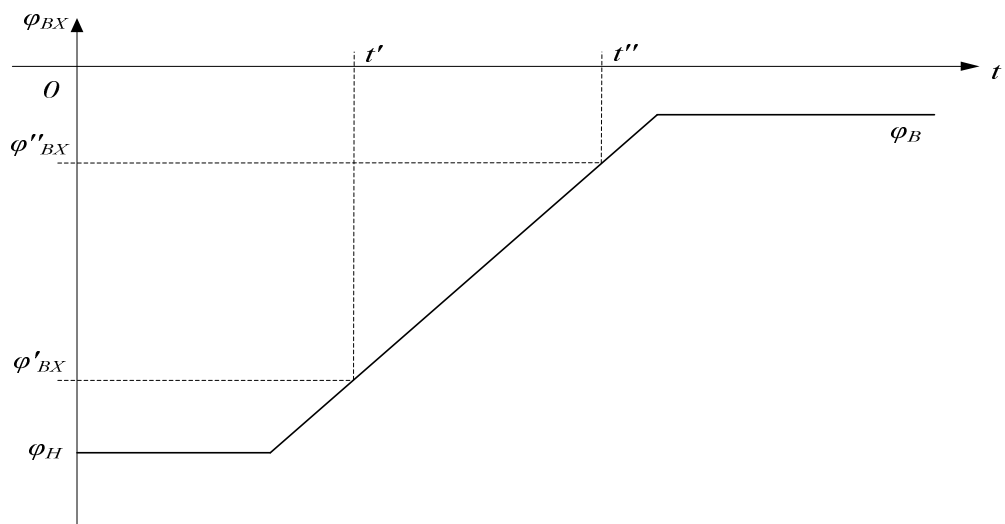

Рис. 1
3. Найти значения потенциала входа  $\varphi'_{BX}$  и  $\varphi''_{BX}$ , при которых еще обеспечивается ключевой режим каскада в случае плавного изменения сигнала  $\varphi_{BX} = f(t)$  между  $\varphi_B$  и  $\varphi_H$  (рис. 1).
4. По диаграмме, представленной на рис. 1, и найденным  $\varphi'_{BX}$  и  $\varphi''_{BX}$  построить диаграмму изменения потенциала коллектора  $\varphi_k = f(t)$  транзистора  $V$  в ключевом режиме.
Решение новых уравнений с неизвестными  $\varphi_{вх}'$  и  $\varphi_{вх}''$  позволяет вычислить их значения, после чего необходимо построить диаграмму изменения потенциала коллектора  $\varphi_к = f(t)$  транзистора  $V$  в ключевом режиме. На рис. 1 приведен пример диаграммы входного сигнала. Диаграмму напряжения на выходе каскада следует строить под диаграммой входного сигнала в одном масштабе времени, обозначив и указав масштабы напряжений, согласно заданию.